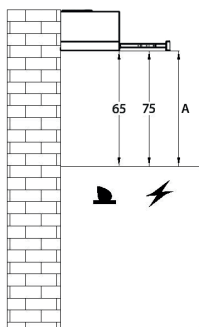
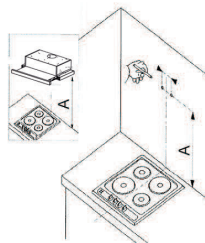

Рис. 4
Рис. 6
Если Вы используете газовую плиту или варочную поверхность, расстояние «А» между нижней частью вытяжки и поверхностью для приготовления пищи должен составлять не менее 750 мм, если электрическая не менее 650 мм (рис. 4). Во время монтажных работ следует соблюдать действующие положения по отводу воздуха. Когда вытяжка используется одновременно с устройствами сжигания газа или другого топлива, в помещении должна быть надлежущая вентиляция.
- Приложите корпус вытяжки к стене (рис. 6), сохраняя минимальное расстояние 750 мм для газовых и 650 мм для электрических плит между нижним краем вытяжки и поверхностью для приготовления пищи на плите (рис. 4).